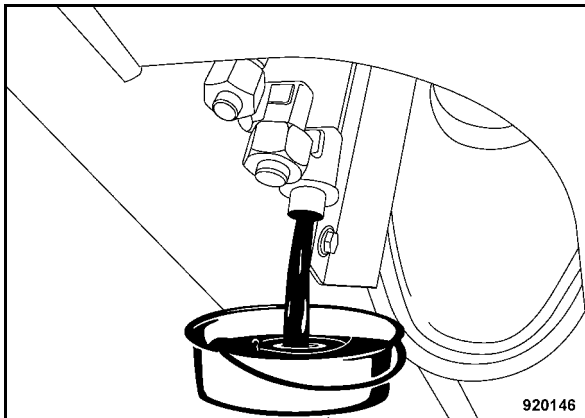

Fig. 187
- Svitare il tappo di scarico, scaricare il liquido refrigerante e raccogliarlo (Fig. 187).